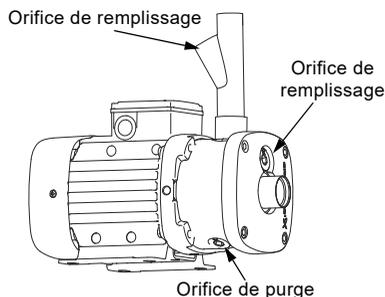

Fig. 11 Position des orifices de remplissage et de purge
4. Retirer le bouchon de remplissage de la pompe. Voir fig. 11.